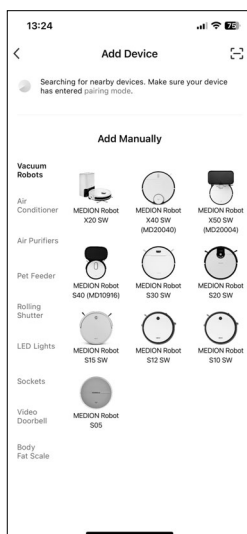

Fig. 2
- ▶ En la categoría de aparatos **VACUUM ROBOTS**, elija el modelo **MEDION Robot X50 SW (MD 20004)** (fig. 2).